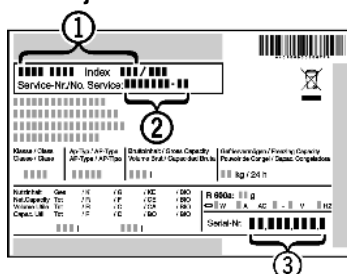

Fig. 33
- Odczytać z tabliczki znamionowej oznaczenie urządzenia Fig. 33 (1), nr serwisowy Fig. 33 (2) oraz numer seryjny Fig. 33 (3). Tabliczka znamionowa znajduje się po lewej stronie wewnątrz urządzenia.